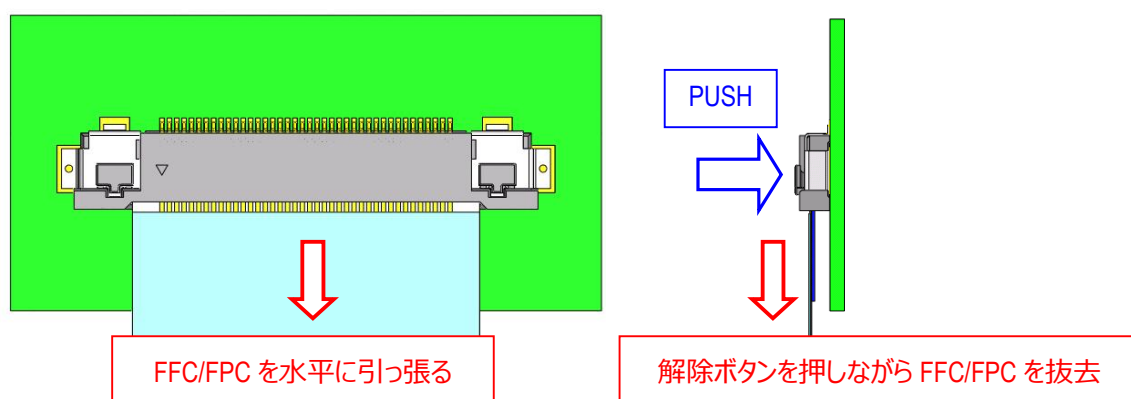

図. 3-4 FFC/FPC 抜去方法 3
- ③ 図 3-4 の様に、確実に解除ボタンを押したまま FFC/FPC を嵌合間口に対し水平に引き抜く。